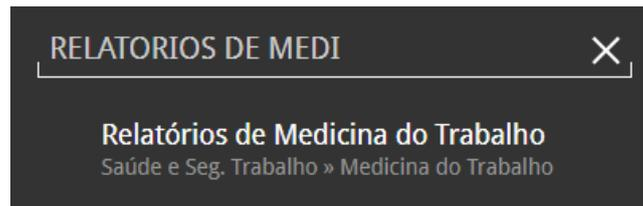

Figura 152: Caminho
1. Para acessar a funcionalidade, utilize a barra de pesquisa (Figura 152) do menu principal. Digite "**Relatórios Medicina do Trabalho**" e selecione o resultado correspondente.